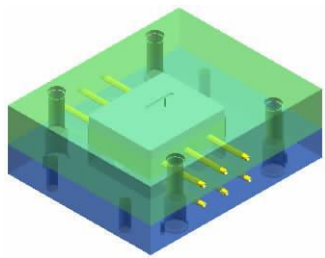

图7-117
7. 完成冷却系统设计，在设计区域显示组件，如图 7-117 所示。